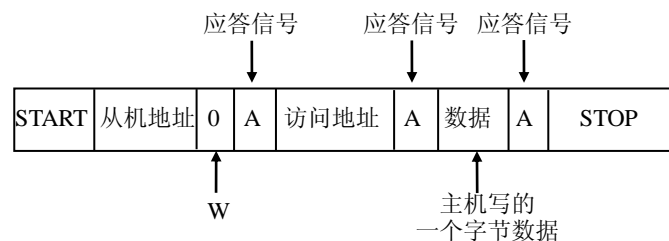

Figure 15-7 主机向从机写数据
如 Figure 15-7 所示，主机要向从机写 1 个字节数据时，主机首先产生 START 信号，然后紧跟着发送一个从机地址，这个地址共有 7 位，紧接着的第 8 位是数据方向位 (R/W)，0 表示主机发送数据 (写)，1 表示主机接收数据 (读)，这时候主机等待从机的应答信号 (A)，当主机收到应答信号时，发送要访问的地址，继续等待从机的应答信号，当主机收到应答信号时，发送 1 个字节的数据，继续等待从机的应答信号，当主机收到应答信号时，产生停止信号，结束传送过程。
如 Figure 15-7 所示，主机要从从机读 1 个字节数据时，主机首先产生 START 信号，然后紧跟着